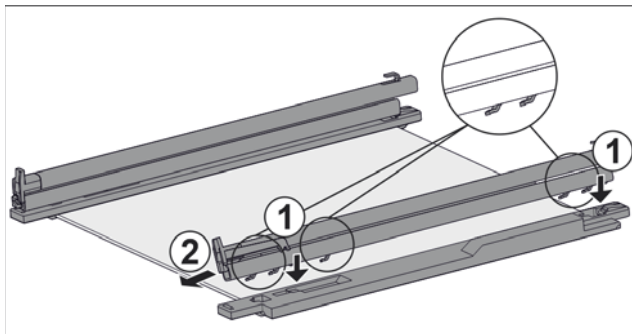

Fig. 104 Стекла́нная пласти́на с направляющими и крепежными элементами
- ▶ Поместите крючки направляющей в отверстия **левого** крепежного элемента. Fig. 104 (1)
- ▶ Потяните направляющую вперед. Fig. 104 (2)
- ▶ Поместите крючки направляющей в отверстия **правого** крепежного элемента. Fig. 104 (1)